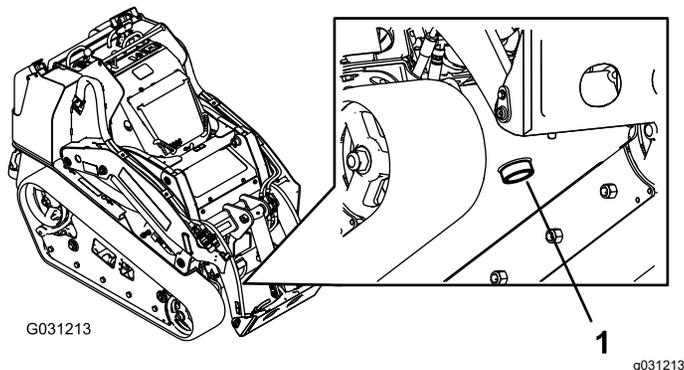

Figura 74
7. Coloque un recipiente grande con capacidad para 57 litros (15 galones US) debajo del tapón de vaciado situado en la parte delantera de la máquina (Figura 74).
8. Retire el tapón de vaciado y deje fluir el aceite al recipiente (Figura 74).